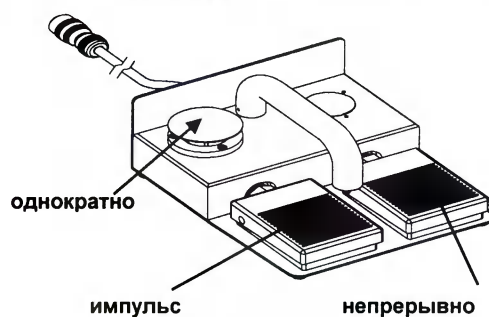

Рисунок 12
7.3.2 Педальный переключатель (см. рисунок 12) имеет три педали, предназначенные для непосредственного выбора каждого режима рентгеноскопии: